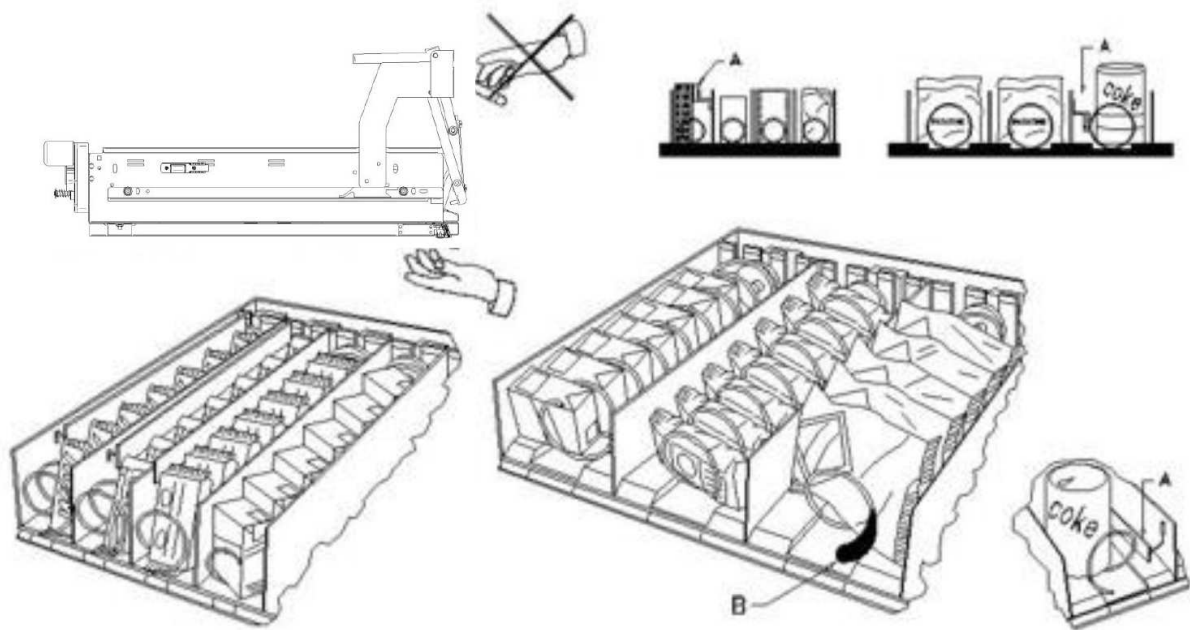

fig. 3
8.2 DISTANZIATORI PER PRODOTTI SUI CASSETTI (fig. 3)
8.3 ESPULSORE PER PRODOTTI (fig. 3)